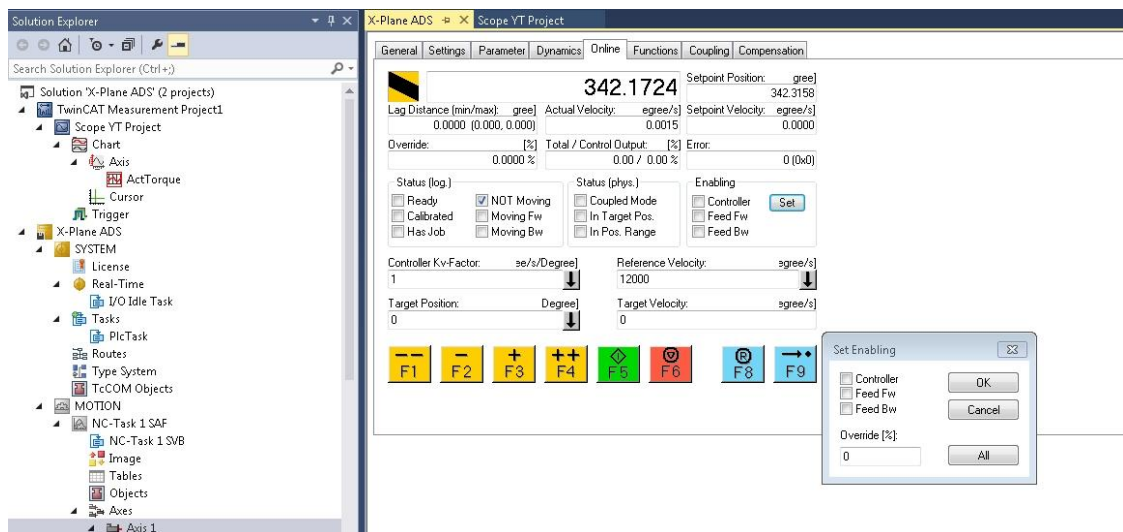

图 7
3) 待重启完成后, 在界面左侧栏中找到 Axis1 (对应 1 号缸), 单击后出现图 7 所示界面, 点击 online, 出现 Set Enabling 对话框, 选择 ALL。此时 1 号缸报警已消除, 点击此页面中的 F4 或其它按钮, 查看缸的运动状态是否正常。(查看其它缸的运动状态同此操作)